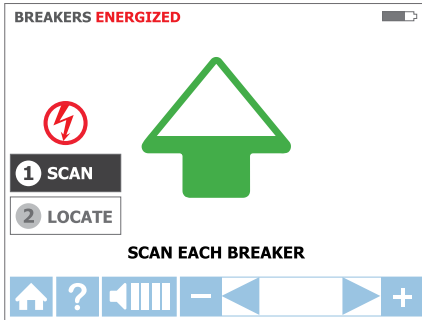

Figura 3.3b
Paso 1 - ❶ LECTURA:
1. La unidad se iniciará automáticamente en modo ❶ **SCAN (LECTURA)** como se muestra en la Figura 3.3b.